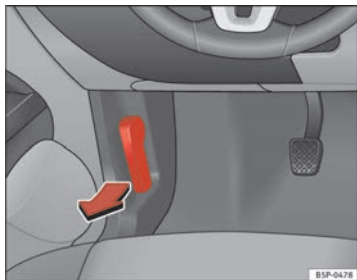

Abb. 155 Ausschnitt aus dem Fußraum auf der Fahrerseite: Entriegelungshebel für die Motorraumklappe
- Ziehen Sie den Hebel unter der Instrumententafel ⇒ Abb. 155 in Pfeilrichtung. Die Motorraumklappe wird durch Federwirkung entriegelt ⇒ ⚠.